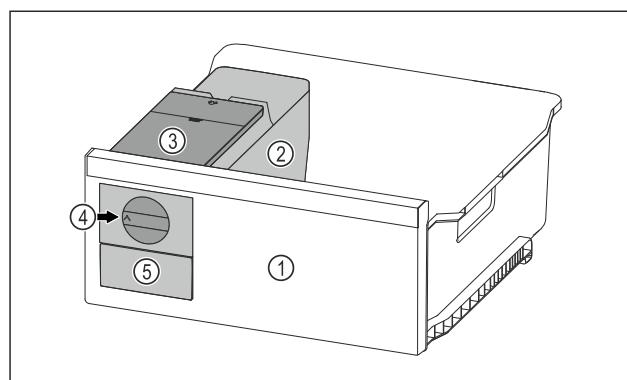

Fig. 80 Ілюстративне зображення
- Поворотну ручку Fig. 80 (4) повернути за годинниковою стрілкою до упору.
- Кубики льоду випадають із ванночки для кубиків льоду у висувний ящик для кубиків льоду Fig. 80 (5). Якщо не всі кубики льоду виймаються з ванночки для кубиків льоду: